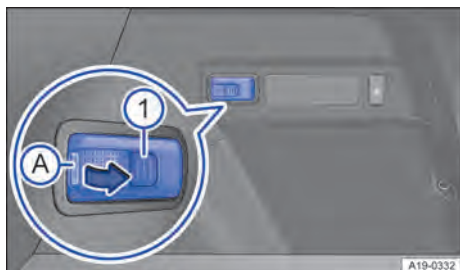

Fig. 199 No compartimento de bagagem, à direita: lanterna removível.
- Para ligar, pressionar o botão → Fig. 199 ①.
- Dependendo do modelo, pressionar novamente o botão → Fig. 199 ① para regular 50 % da intensidade luminosa.
- Pressionar novamente o botão → Fig. 199 ① para desligar a lanterna removível.
Desligar a lanterna removível e pressionar para dentro do suporte de fixação no sentido da seta → Fig. 199.
- Alavancar para fora a cobertura das baterias com um objeto estreito, abaixo da área → Fig. 199 A.
Dependendo da versão, há uma lanterna removível do compartimento de bagagem num suporte no compartimento de bagagem → Fig. 199.
- Segurar a lanterna removível pela área → Fig. 199 A.